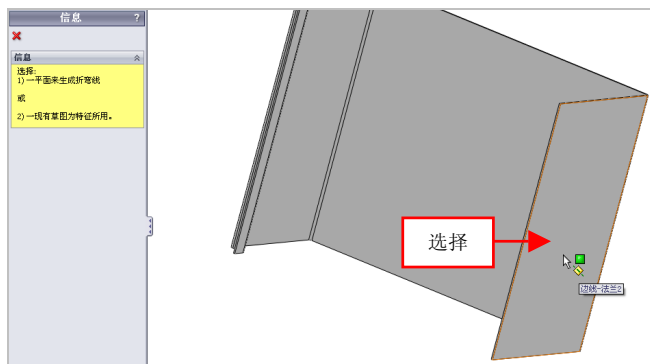

图 13-32 选择合适的面
(12) 单击菜单栏中的【插入】|【钣金】|【转折】命令，弹出【信息】属性管理器，选择合适的面，如图 13-32 所示。